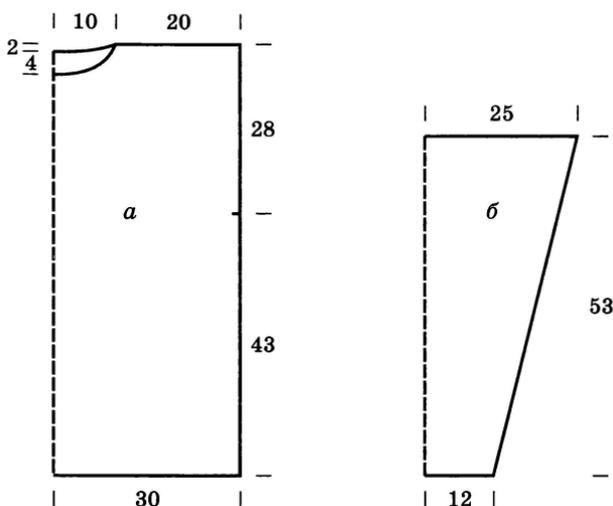

Рис. 89. Выкройки деталей мужского пуловера:
**Примерный расчет** (рис. 89):